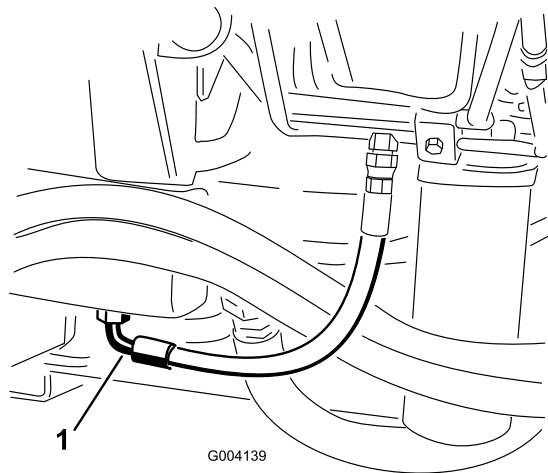

図 67
2. タンク 図 67 の下についているフィッティングの下に、オイルを受ける大型の容器を置く。